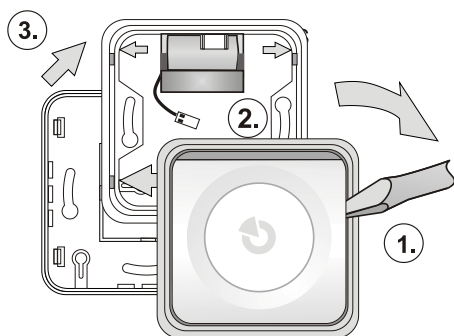

Figure 1 : Démontage de la sirène avant l'installation
1. Retirer le boîtier (touches) de la sirène du cadre en plastique en appuyant sur un côté du boîtier (1.) à l'aide d'un tournevis comme indiqué sur la figure 1.
4. Fixer la base en plastique sur l'emplacement sélectionné à l'aide des vis. Si la sirène utilise une pile, la placer sous la partie supérieure de la base en plastique, comme indiqué sur la figure 1.